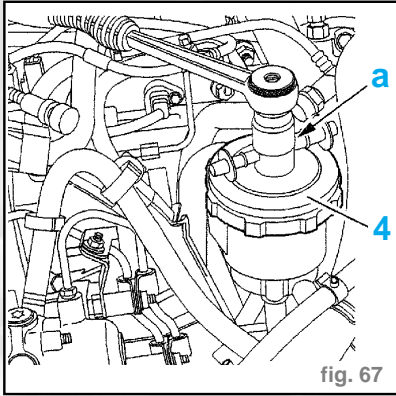

fig. 67
- Poser une douille de **22 mm** (en (a)) (fig. 67).
- Appliquer une pression sur le couvercle (4) et desserrer simultanément d'un quart de tour.